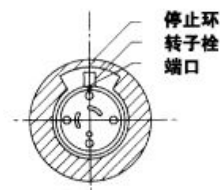

图7 转子密封的正确安装位置（狭缝一侧观察）
g) 更换手柄，拧紧轴的两个面上的那两个固定螺丝。拧紧固定螺丝前确保把手突出部分在轴体的狭缝外。这一步很重要。如果手柄刚好与压力调节螺丝啮合，轴就不能再LOAD和INJECT状态之间旋转。见图7。